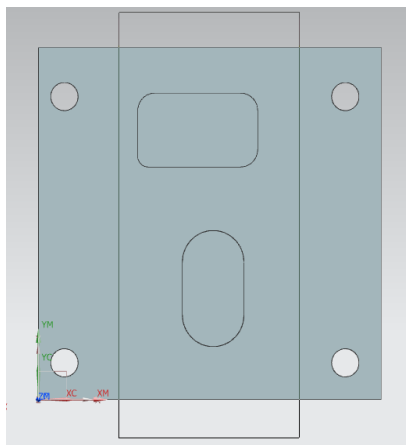

Рисунок 40 Выбор области резания
21. Перетащите курсор мыши по диагонали, чтобы задать прямоугольник, который ограждает два кармана (рисунок 40).